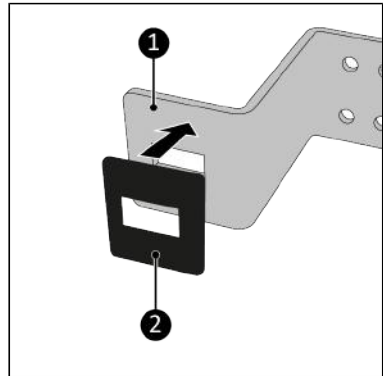

Abbildung 109.
6. Kleben Sie das Schleifpapier (Abbildung 109, Pos. 2) auf die Innenseite des unteren Teils der Halterung (Abbildung 109 Pos. 2).